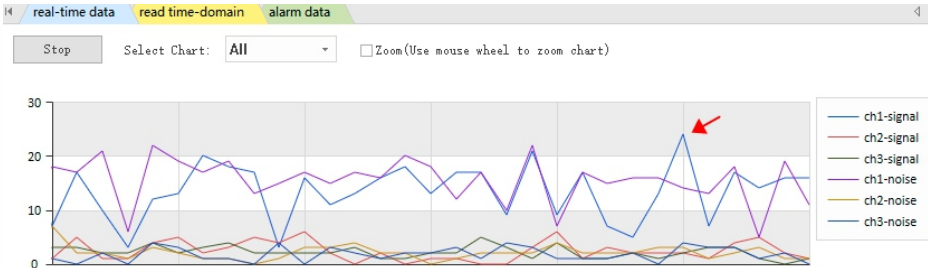

Рисунок 4-2
17. Данные в реальном времени (real-time data) отражают уровень шума окружающей среды. Щелкните данные в реальном времени, затем щелкните Monitor будет отображаться кривая уровня окружающего шума в реальном времени (рисунок 4-2).